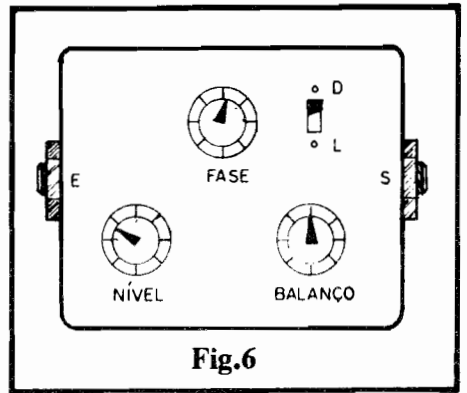

Fig.6
- FIG. 6 - UMA SUGESTÃO SIMPLES PARA A CAIXA DO PHASIM... - Se a idéia for montar o circuito para funcionamento "autônomo", utilização mais "universal", todos os controles manuais, a sua implementação de lay out externo poderá ficar conforme sugere o diagrama, com uma caixa plástica não muito grande (cerca de 10,0 x 7,0 x 4,0 cm.) contendo, no seu painel principal os três potenciômetros de controle e o interruptor geral, e em laterais opostas, os jaques de Entrada e Saída... Com alguma habilidade extra, o Leitor/Hobbysta também não encontrará grandes dificuldades em "embutir" a placa do circuito em instrumentos tipo guitarra oca (semi-acústica...) ou outros... Obviamente que os controles e chave deverão ficar, no dito instrumento, externamente acessíveis (e posicionados de modo que, ao mesmo